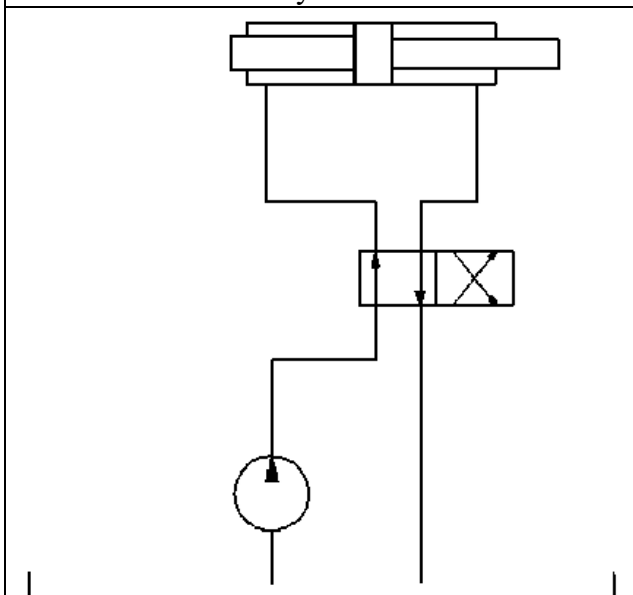

Рисунок 21
22. Подача насоса (рис. 21) равна $Q = 280$ л/мин. Рассчитать диаметры всасывающей, напорной и сливной гидролиний, принимая следующие расчетные скорости: $V_1 = 0,6$ м/с - для всасывающей гидролинии; $V_2 = 4$ м/с - для напорной гидролинии; $V_3 = 1,4$ м/с - для сливной гидролинии.